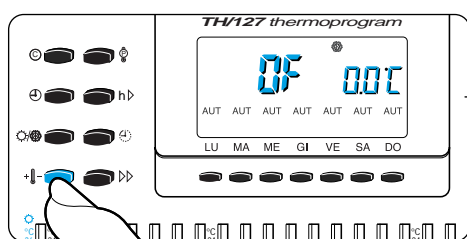

Fig. 35
12.1 - Premere il pulsante **+** (fig. 35).